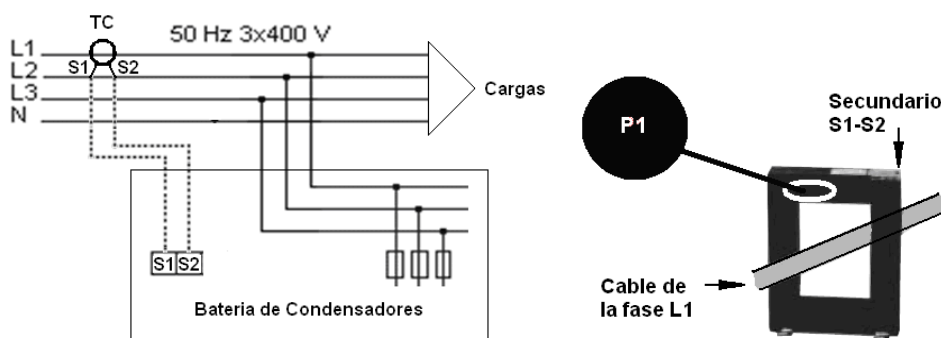

Figura 7: Instalación del transformador de corriente (TC) externo.
3.9.- CONEXIÓN DEL TRANSFORMADOR DE CORRIENTE (TC)
Es necesario colocar un transformadores de corriente (TC) exterior a la batería, midiendo la corriente total de la carga más la propia de la batería (Figura 7).
El transformador estándar debe tener salida nominal de 5 A en el secundario. Es aconsejable conectar el TC a la fase L1 con el sentido de la corriente de P1 a P2 (ver Figura 7) y conectar el secundario (bornes S1, S2) a los bornes del mismo nombre de la batería (ver Figura 7)